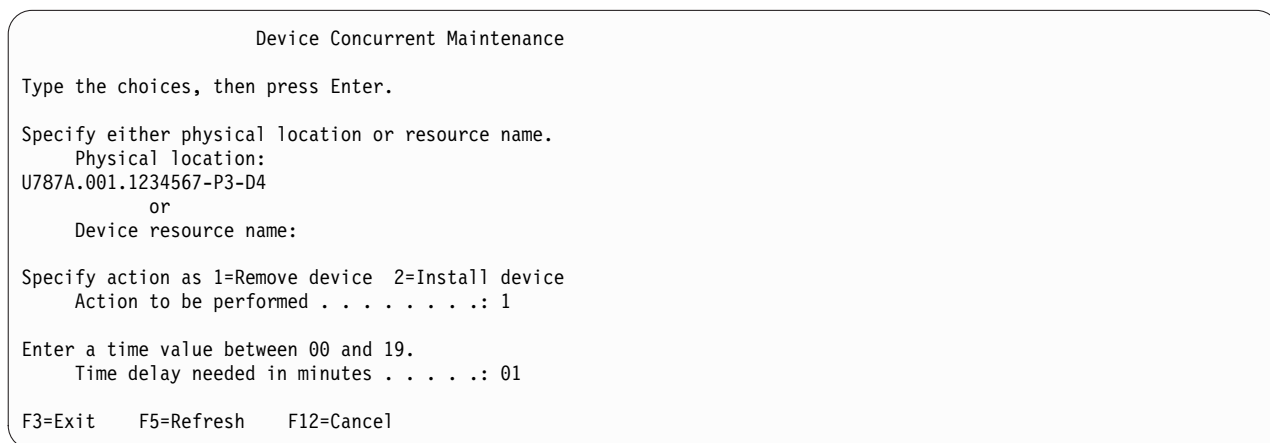

Figure 99. Exemple d'écran Device Concurrent Maintenance
14. Dans l'outil Hardware Service Manager, accédez à l'option **Select Device Concurrent Maintenance**. Appuyez sur Entrée. L'écran Device Concurrent Maintenance s'affiche (voir figure 99).